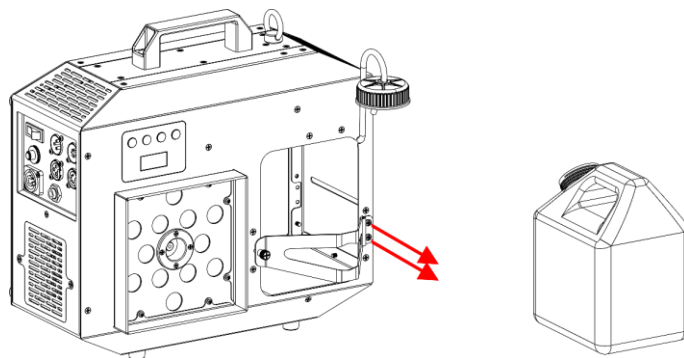

Fig. 11
06) Draai de 2 schroeven van de beugel los, zoals getoond in Fig. 11.